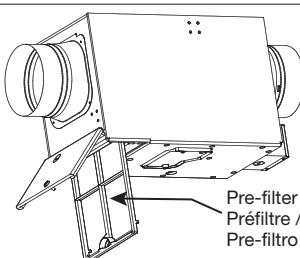
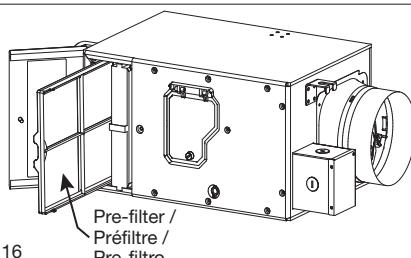

Fig. 15
Fig. 16
4. Pull out the Pre-Filter and clean it with water (Fig. 15 and Fig. 16).
4. Retirez le préfiltre, nettoyez-le avec de l'eau (Fig. 15 et Fig. 16).
4. Retire el Pre-filtro y límpielo con agua (Fig. 15 y Fig. 16).